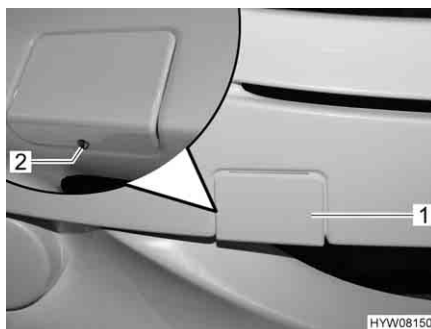

Fig. 28 Copertura per l'alloggiamento dell'occhione di traino (Fiat)
- Svitare la vite di sicurezza (Fig. 28,2) sulla copertura (Fig. 28,1).